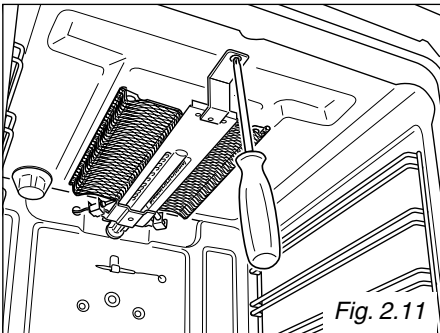

Fig. 2.11
- Enlevez le brûleur en dévissant la vis antérieure (fig. 2.11). Suspendez doucement le brûleur tel qu'indiqué à la figure 2.12. Faites attention de ne pas endommager le fil qui mène à l'électrode d'allumage et à la sonde de la soupape de sécurité.